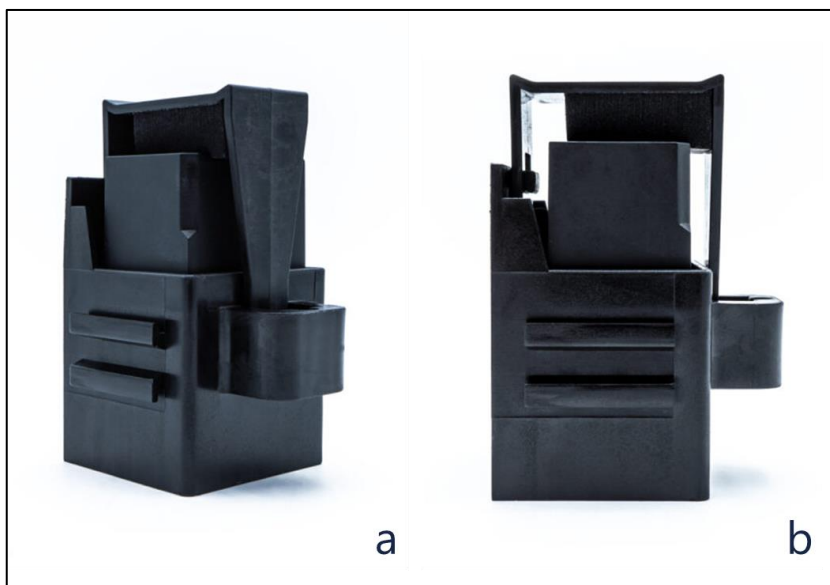

Abbildung 4: Montage des Kunststoffbügels (exemplarisch).
- Drücken Sie den Bügel vorne bis zum Einrasten in die Öffnung (Abbildung 4).